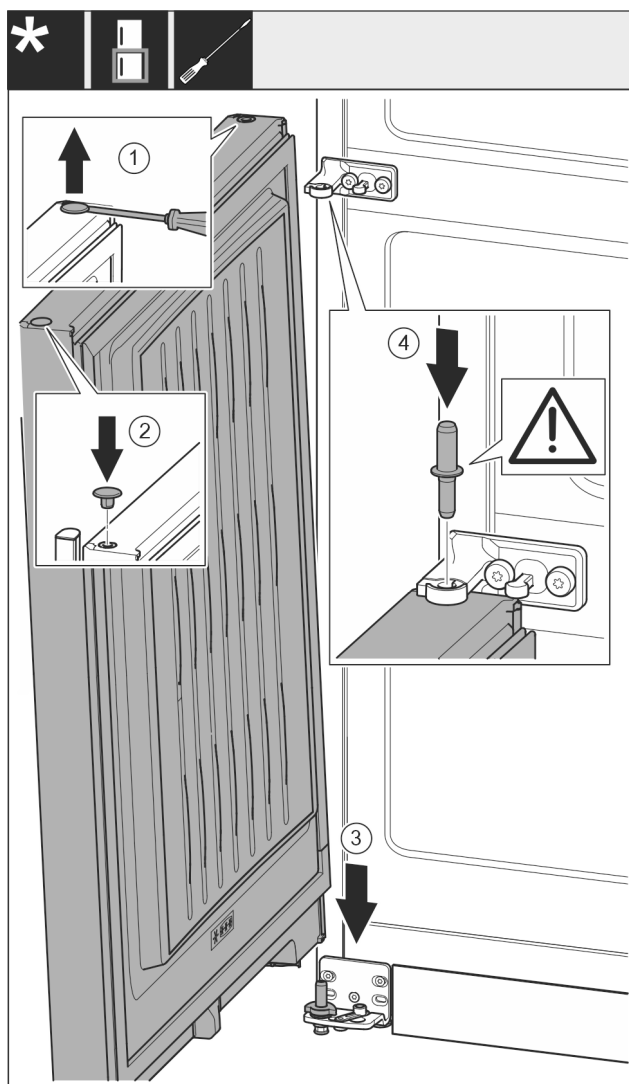

Fig. 19
- S ploščatim izvijačem previdno dvignite čep in ga izvlecite. Fig. 19 (1)
- Čep ponovno vstavite na drugi strani vrat. Fig. 19 (2)
- Vrata od zgoraj nasadite na spodnji ležajni sornik. Fig. 19 (3)
- Ležajni sornik na sredini vstavite skozi ležajni podstavek na sredini v vodilo spodnjih vrat. Pri tem pazite na to, da je zaskočni zapah obrnjen nazaj. Fig. 19 (4)